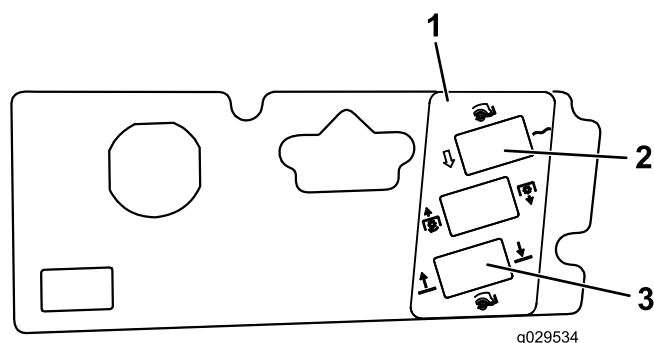

Рисунок 24
- Очистите поверхность панели управления и прикрепите наклейку вокруг полученных отверстий (Рисунок 24).
- Вставьте переключатели в соответствующие монтажные отверстия (Рисунок 24).